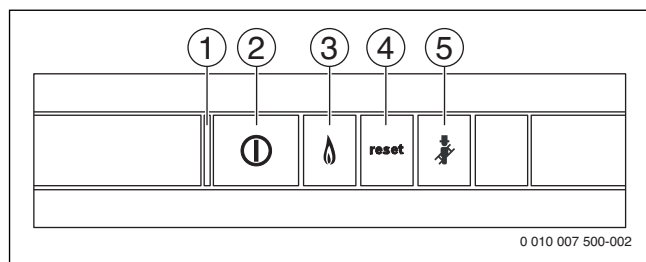

Fig. 4 Touches de réglage
- Démarrer l'appareil avec l'interrupteur marche/arrêt (→ fig. 4).